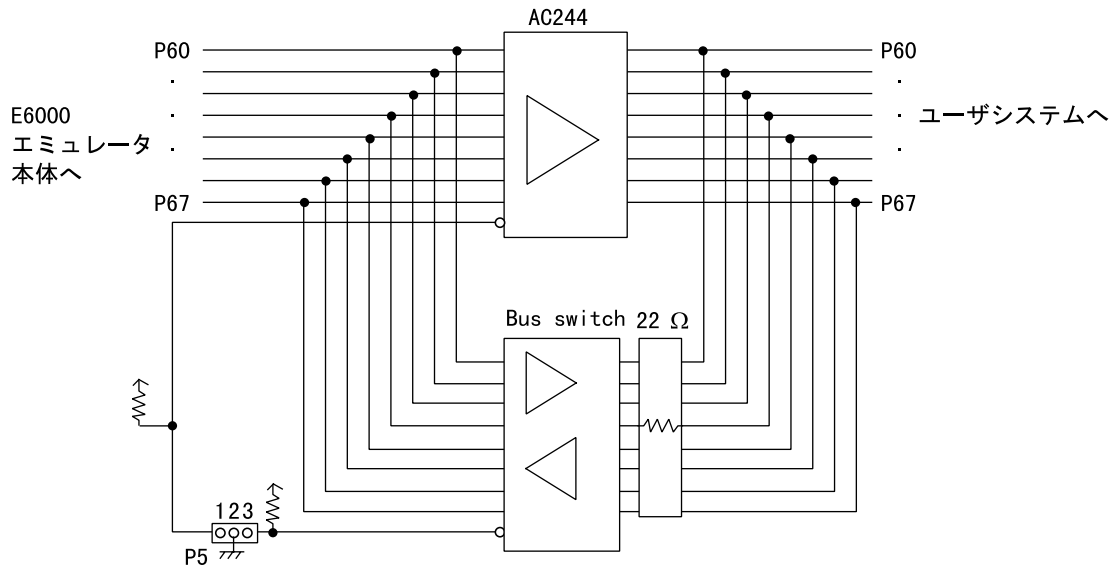

図10 P60～P67 インタフェース回路
(4) P60～P67(CMOS 大電流ポート)はエミュレータでは通常ポート仕様になっています。本ユーザシステムインタフェースケーブルを使用した場合は、図10のようにP5のショートコネクタの設定により $I_{OL(max)}=10.0mA$ を供給することができます。このとき P60～P67 の全てのポートは出力になるので注意してください。